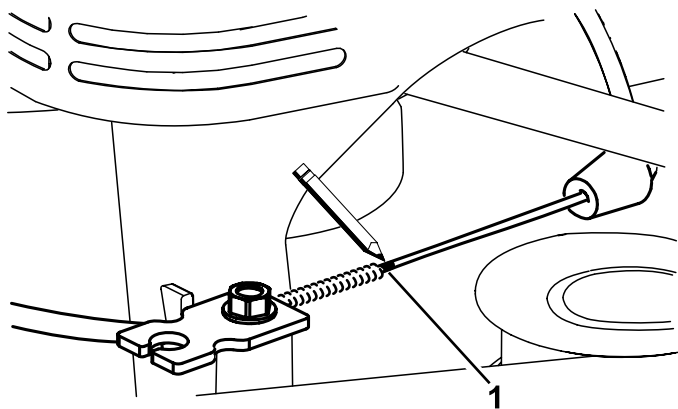

**Figura 44**
6. Empurre a manga do cabo para eliminar a folga (Figura 44).